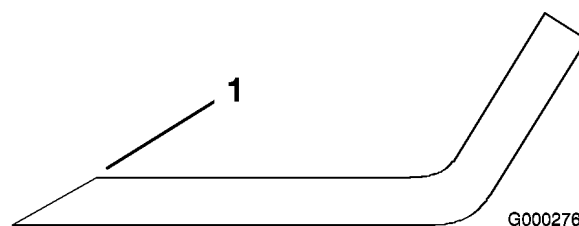

Figure 73
1. Au moyen d'une lime, aiguisez les tranchants aux deux extrémités de la lame (Figure 73) en veillant à conserver l'angle de coupe d'origine. Limez la même quantité de métal sur chacun des deux tranchants pour ne pas déséquilibrer la lame.